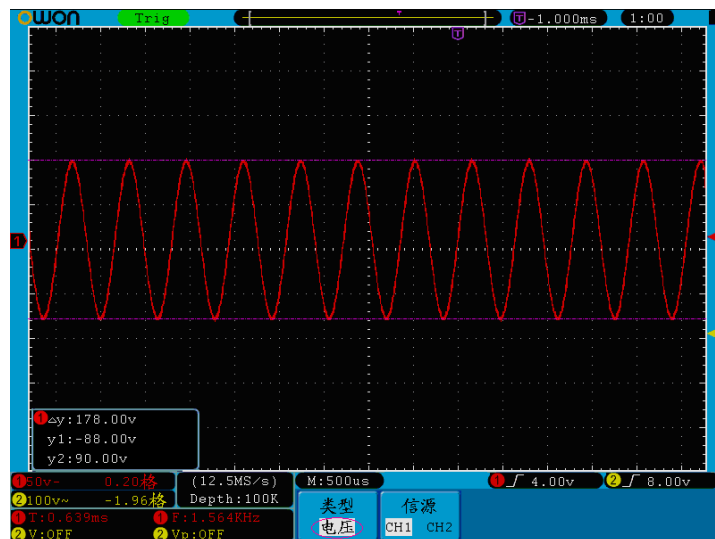

图 5-56：电压光标测量波形
4. 根据被测波形，分别转动两个通道的 **垂直位置** 旋钮调整光标1、光标2的位置，位于波形左下方的光标增量窗口显示光标1和光标2电压幅度差值的绝对值及两光标当前的位置。见图 5-56：